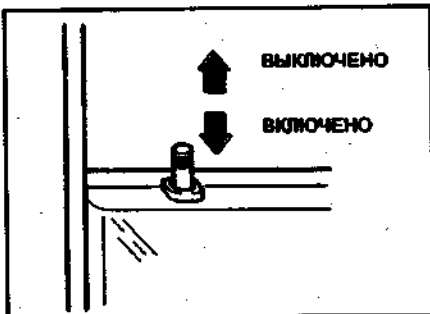

Рис. 6. Направление перемещения кнопки блокировки для отпирания и запирания двери
- Чтобы заблокировать дверь, нажмите на кнопку блокировки двери вниз (рис. 6).